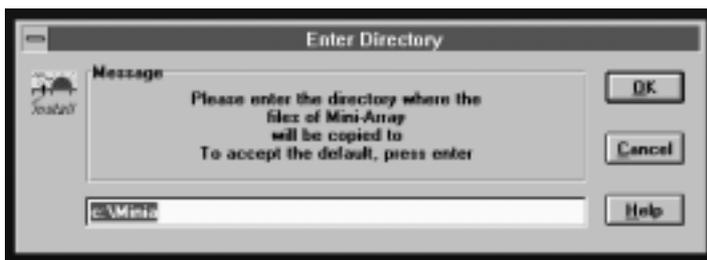

Abb. 18. Installation der MINI-ARRAY-Software: “Enter-Directory”
3. Ein **Enter Directory**-Dialogfenster erscheint (Abbildung 18). Das Standardverzeichnis ist **c:\Minia**. Wählen Sie **OK** um das Standardverzeichnis einzufügen, oder geben Sie ein anderes Verzeichnis ein und wählen Sie dann **OK**.